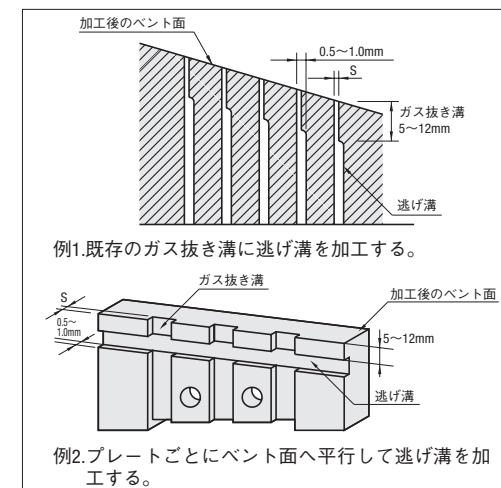

図2 ガス抜き入れ子 逃げ溝加工の例
- 3.ガス抜き溝の内部樹脂詰まりを少なくするために、逃げ溝を加工していただくことをお奨めします。逃げ溝加工は、ガス抜き溝部をベント面から5~12mm残していただき、0.5~1.0mm程度の厚みで追加加工するのが理想的です。(図2)